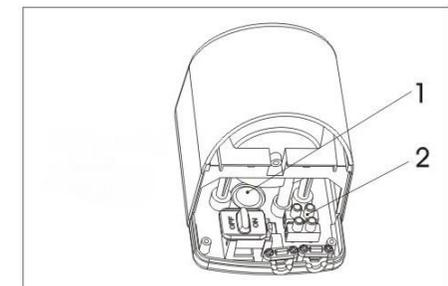

Fig. 4
- 4 Das in Fig. 4 mit 1 markierte Plastikstück herausbrechen, damit Platz für das Installationskabel geschaffen wird. Das Installationskabel von der Wand durch das Loch ziehen, die Rückplatte des Halters über den Kunststoffbeschlag zwecks Fixierung ziehen, und das Installationskabel anschließen (markiert mit 2 in Fig. 4).